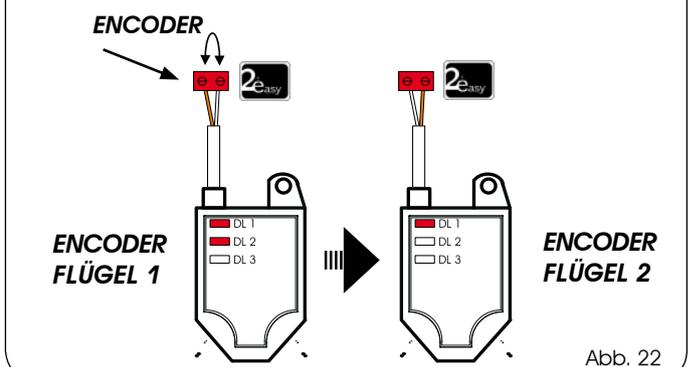

Abb. 22
**WERDEN DIE DRÄHTE DES ENCODERS VERDREHT, SO WERDEN DER DEM FLÜGEL 1 ZUGESCHRIEBENE ENCODER UND DER DEM FLÜGEL 2 ZUGESCHRIEBENE ENCODER UND UMGEKEHRT VERTAUSCHT (siehe Beispiel Abb. 22)**